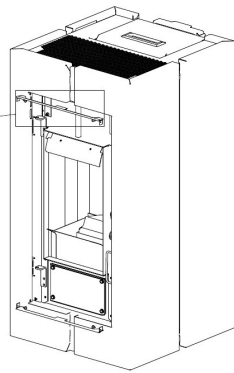

Fig. 55 - Αποσυνδέστε τις πλευρές
- Αποσυνδέστε τις 4 μπροστινές πλευρές (βλ. **Fig. 55**).